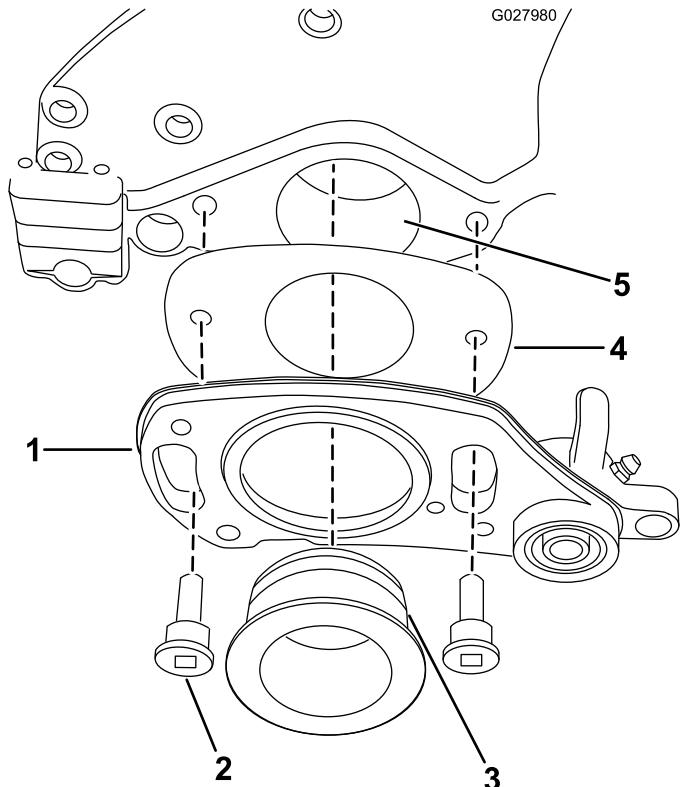

Рисунок 7
13. Нанесите тонкий слой консистентной смазки на уплотнительное кольцо круглого сечения и направляющее отверстие (Рисунок 7).
14. Закрепите узел привода с помощью двух винтов с буртиком, как показано на Рисунок 7.
12. Поместите регулировочную пластину на заднюю сторону узла правого привода, как показано на Рисунок 7.